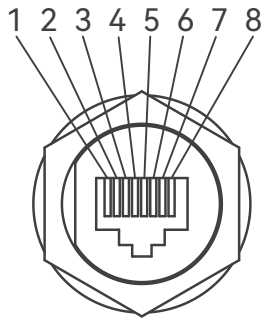

Figura 5.14
1. (Opcional) El cable RS485 será preparado por el usuario. Se recomienda pelar el cable RS485 y el aislamiento del cable Ethernet. Inserte los cables Ethernet pelados en el orden correcto en el enchufe RJ45 (consulte la figura 5.14 y la tabla 5.5 para conocer el pedido) y engarce mediante el uso de una engarzadora.